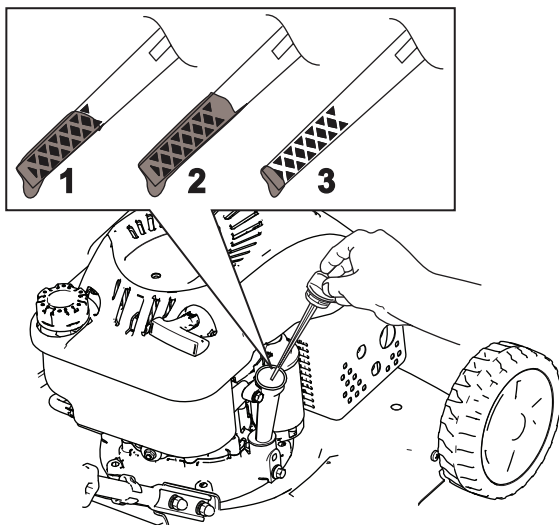

Figura 24
3. Retire a vareta rodando-a no sentido contrário ao dos ponteiros do relógio e puxando-a para fora (Figura 24).